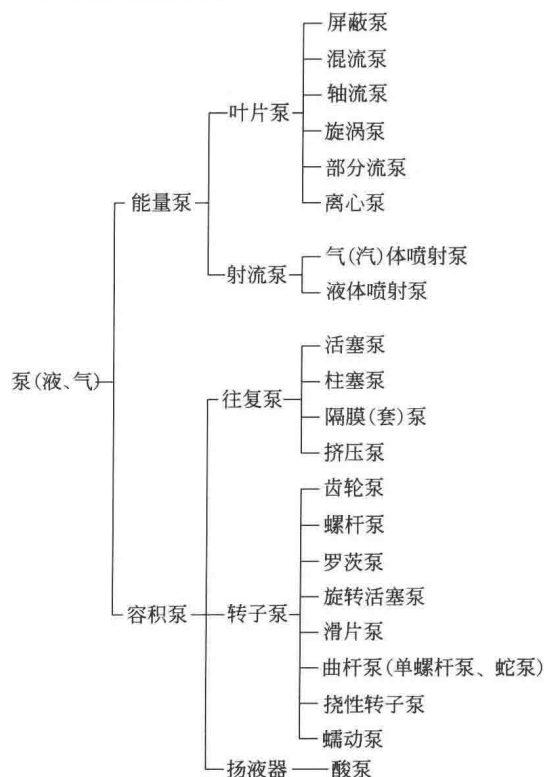

图 1-1 泵分类框图
(1) 能量泵 依靠速度（动能）来传输流体的泵（或风机），如离心泵、旋涡泵等。
(2) 容积泵 利用活塞或转子将一定体积的流体，周期性的一个容积一个容积的进行传输的泵，详细分类如图 1-1 所示，如柱塞泵、齿轮泵、往复泵等。